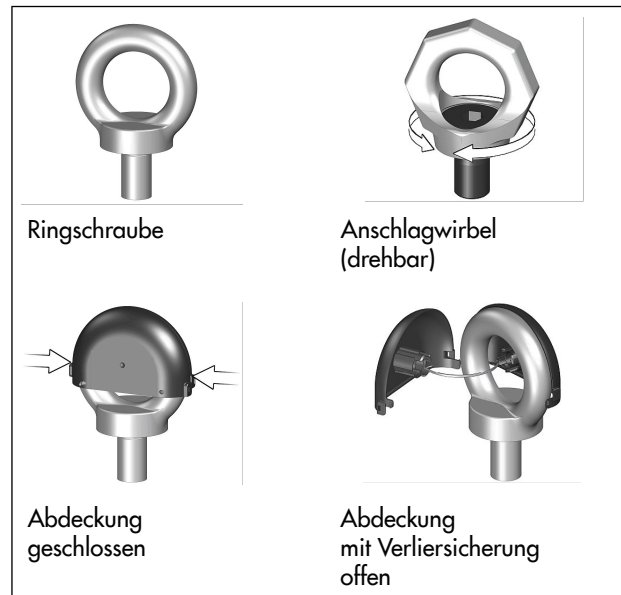

Bild 13: Verliersicherung an Ringschraube/Anschlagwirbel
1. Ringschraubenabdeckung durch leichten Druck auf die beiden seitlichen Klipsverbindungen öffnen und abnehmen, vgl. Bild 13.
6. Nach Montage: Hebeschlingen entfernen und Ringschraubenabdeckung wieder anbringen und schließen, vgl. Bild 13.